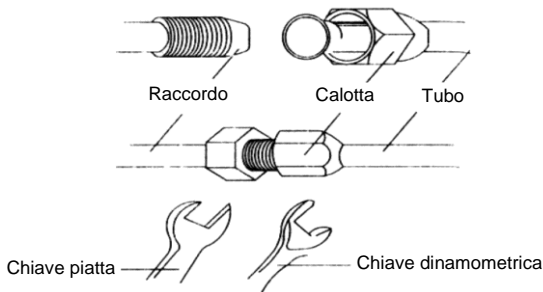

Fig. 18
- b. In seguito serrare la calotta con la chiave dinamometrica finché comincia a scattare (vedere fig. 18).